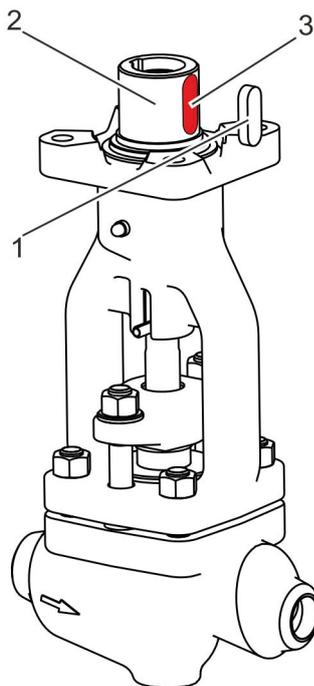

Abb. 36: Passfeder entfernen
4. ➤ Passfeder (Abb. 36/1) aus der Passfedernut (Abb. 36/3) der Nabe (Abb. 36/2) der Gewindebuchse entfernen.